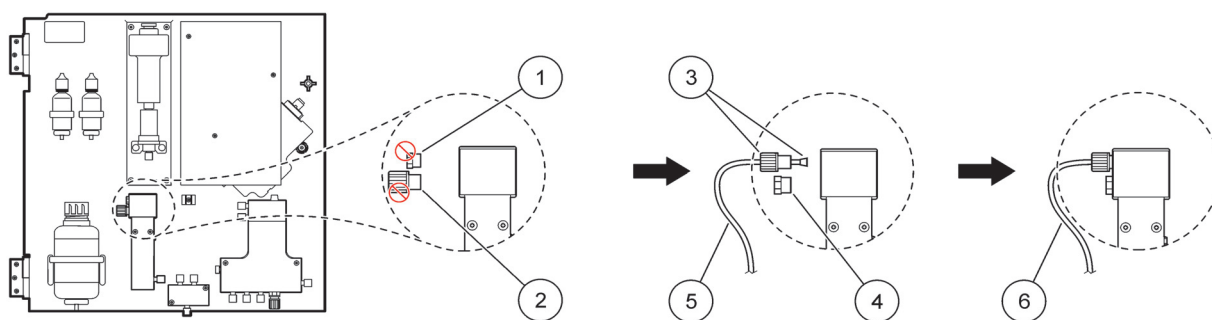

Figure 27 Configuration d'option à 2 paramètres
Voir Figure 27 et les instructions ci-dessous pour brancher une configuration à 2 paramètres.
1. Déposez le petit bouchon aveugle (élément 1, Figure 27) du trou supérieur du réservoir de débordement. Déposez le gros raccord (élément 2) du trou inférieur du réservoir de débordement. Mettez au rebut le bouchon et le raccord.